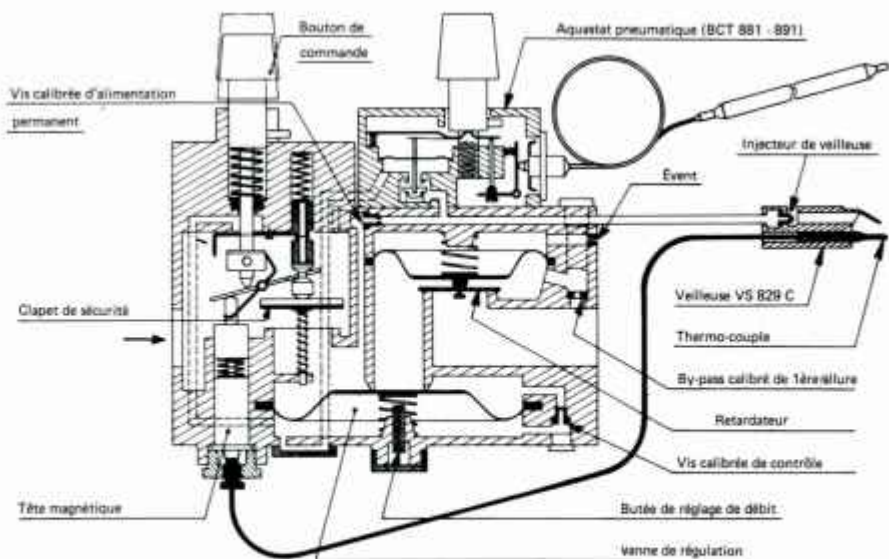

fig. 2 ALLUMAGE
- a) **Allumage (fig. 2).** En appuyant sur le bouton de commande, on libère le gaz sur la veilleuse et l'on maintient pneumatiquement la vanne de régulation fermée, de sorte que la veilleuse peut être allumée en toute sécurité.